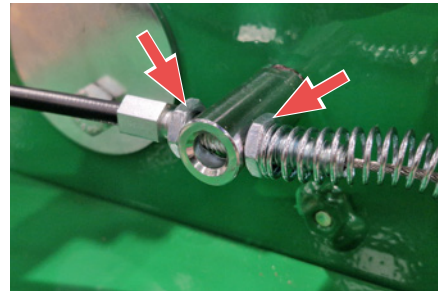
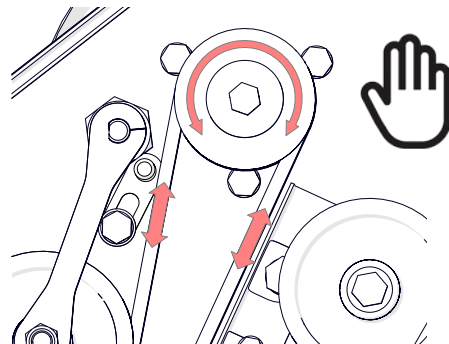

Fig. 16F - Tendre en ajustant les écrous en conséquence.
Fig.16G - Vérifiez qu'une tension adaptée est appliquée en déplaçant la poulie à la main.
- iv. Actionnez le levier de coupe : la poulie de tension entrera en contact avec les courroies et les mettra sous tension. Réglez les deux écrous du câble pour augmenter ou réduire la tension des courroies (fig. 16F). Faites tourner la poulie supérieure (à la main) ; les courroies doivent tourner librement et entraîner la poulie inférieure en conséquence (fig. 16G). Lorsque le levier de coupe est désengagé, la poulie de tension « repose » sur les courroies sans exercer aucune pression (le fait de faire tourner la poulie n'entraîne pas de déplacement de la courroie).